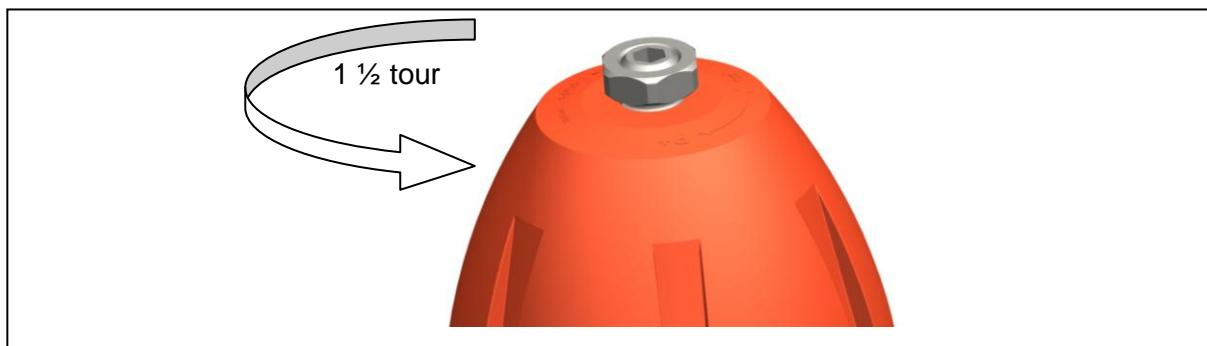

Fig. 3
- Desserrer le contre-écrou, voir Fig. 3